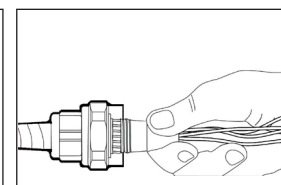

Figure 2a
- Glisser la chambre d'obturation sur le câble et visser au pré-assemblage du corps jusqu'à ce qu'elle soit bien fixée (Figure 2a).